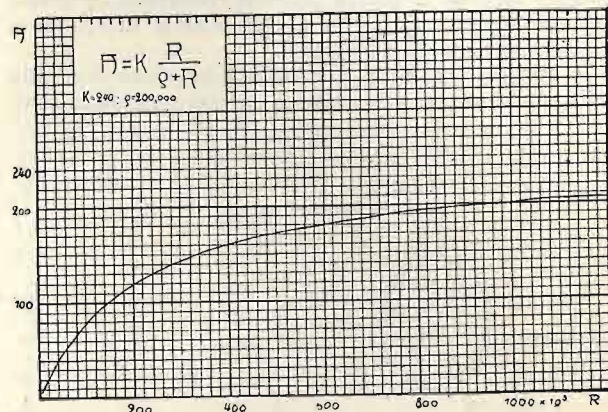

Fig. 4.
Il risultato di quanto stiamo dicendo si può riassumere nella fig. 4, che mostra una curva teorica calcolata in base alla formula (2). Notare come partendo da relativamente bassi valori di R l'amplificazione aumenta rapidamente fino a circa il punto in cui R eguaglia press'a poco e ; l'amplificazione poi aumenta ancora meno rapidamente, fino a che, per valori molto alti, diventa asintotica al valore 240, cioè al coefficiente della valvola.